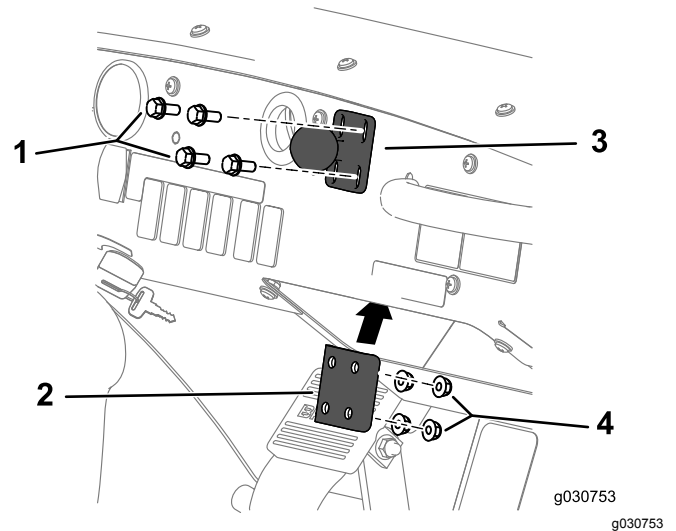

Bild 152
1. Befestigen Sie die Kugel-Drehzapfen-Befestigung mit den vier Schrauben (1/4" x 1-1/2"), der Verstärkungsplatte und der Sicherungsbundmutter (1/4") am Armaturenbrett, wie in Bild 152 abgebildet.